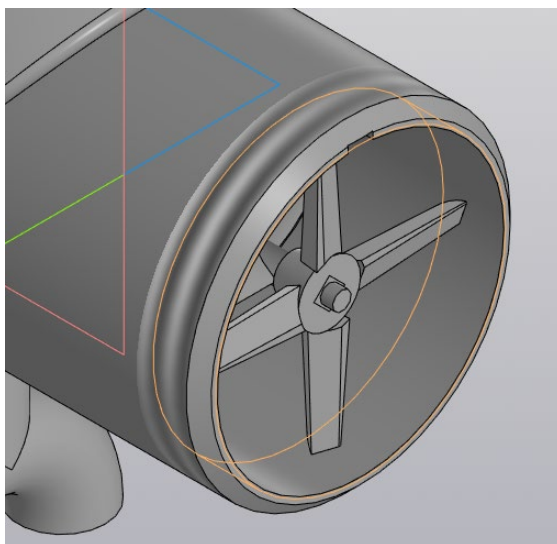

Рисунок 86 – Результат посадки ножа на шнек
11.6 Добавьте компонент модели ножа и используя зависимости «Соосность», «Параллельность», «Совпадение» оденьте нож на шнек (рис. 86).